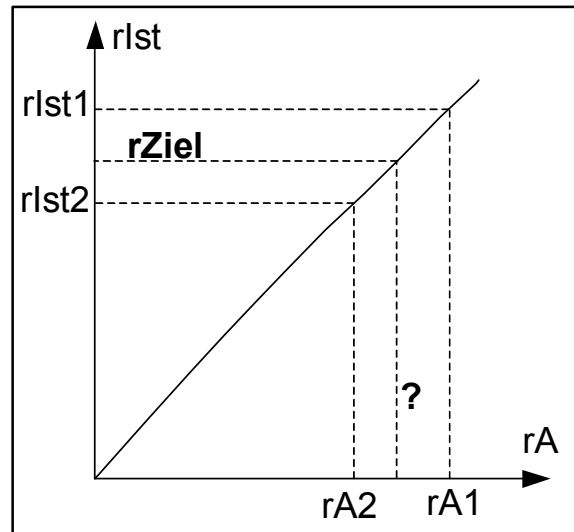

Bild 19-7
**Es wird dabei von einer weitestgehend linearen Abhängigkeit zwischen Anfangs- und Ergebniswert ausgegangen (Bild 19-7).**